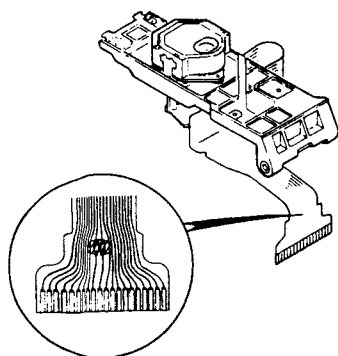

Fig. 4-1
- Before removing the pickup assembly be sure to solder -bridge where indicated in the inset (Fig. 4-1) to prevent the laser diode from being electrostatically damaged. After replacing the pickup assembly, be sure to unsolder the antistatic bridge. Or else the laser diode does not function.
- ピックアップ ASSY を外すときは、レーザーダイオードの静電破壊防止のため、必ず斜線部分 (Fig. 4-1) を半田ブリッジしてから作業をしてください。また、取り付ける場合も取り付け後に半田ブリッジを外してください。